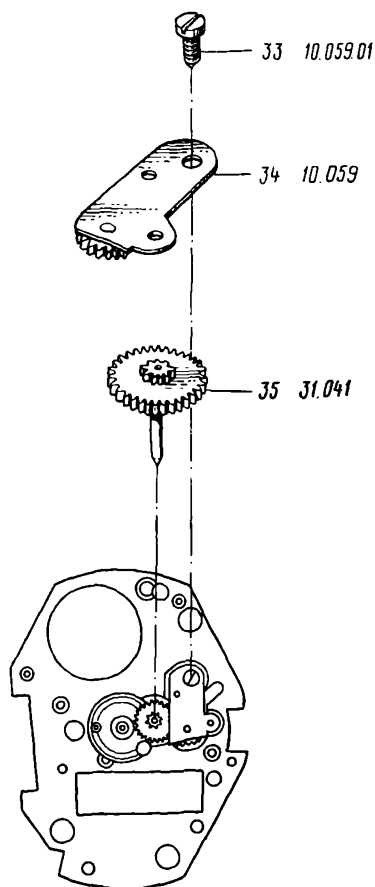

Рис. 74
35. Отвернуть и снять винт 33 моста колеса переводного (рис. 74)